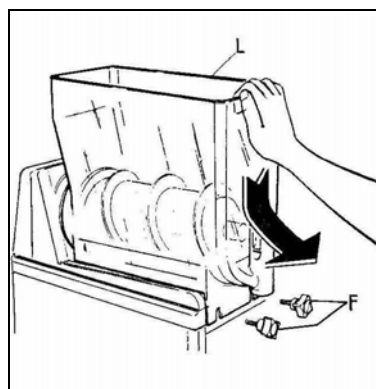

Fig. 2
- **Q**uitar y retirar los pomos (fig.2).